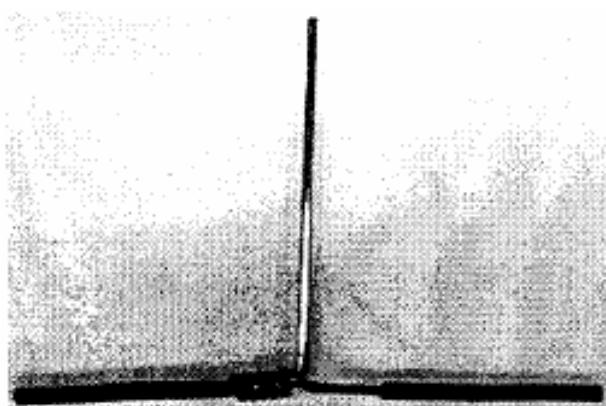

**Figura 10.16**
4. Segure os condutores com o alicate e inicie as primeiras voltas com os dedos (**figura 10.16**)